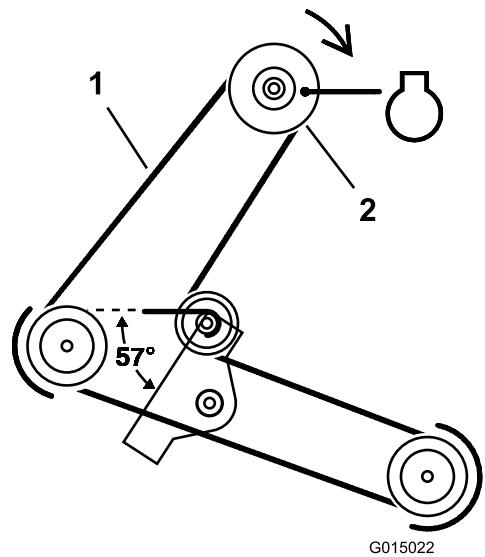

Figura 32
- Togliete la cinghia del tosaerba dalla puleggia della frizione elettrica (Figura 32).
5. Montate la cinghia del tosaerba sulla puleggia della frizione elettrica (Figura 32).